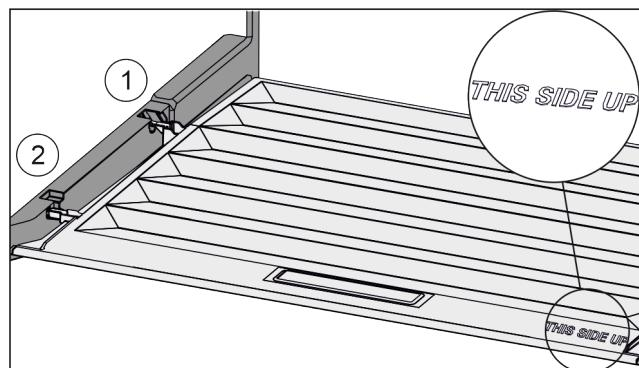

Fig. 145
- Вставить поперечные ребра крышки через отверстие заднего держателя Fig. 145 (1) и защелкнуть спереди в держателе Fig. 145 (2).